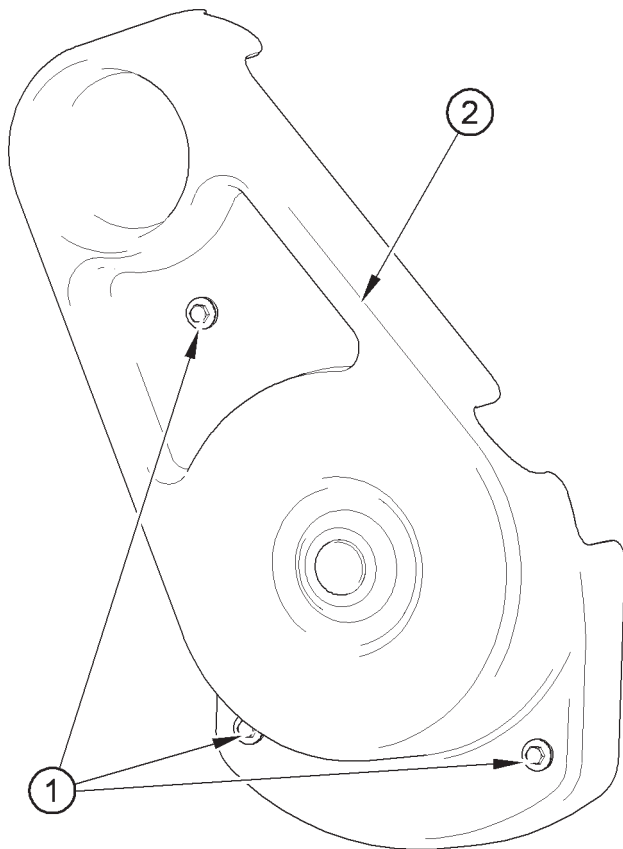

Figure 9
1. Desserrez les vis (Figure 9, repère 1) et déposez la protection (Figure 9, repère 2). Après le contrôle ou le réglage de la courroie, reposez la protection.